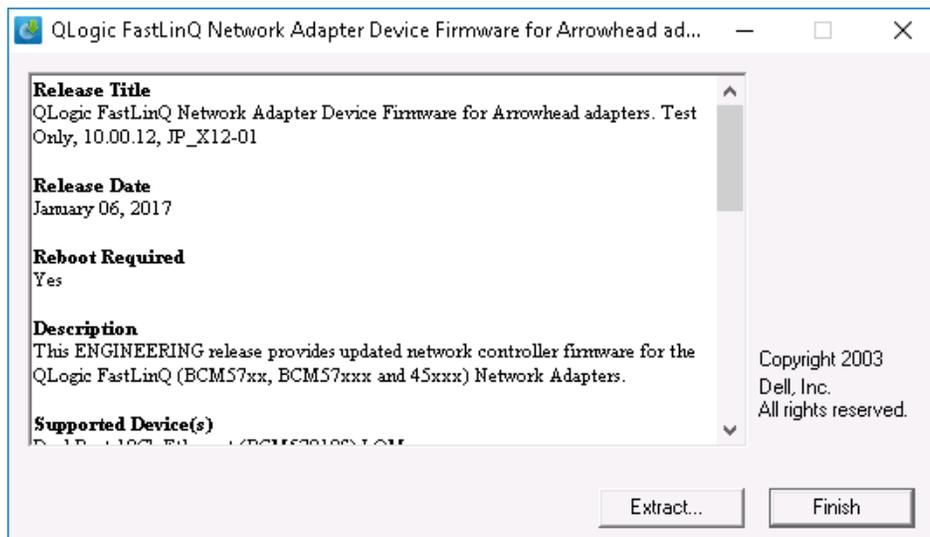

Abbildung 4-4. Dell Aktualisierungspaket: Installation fertigstellen
4. Klicken Sie auf **Finish** (Fertigstellen), um die Installation abzuschließen, wie in Abbildung 4-4 dargestellt.